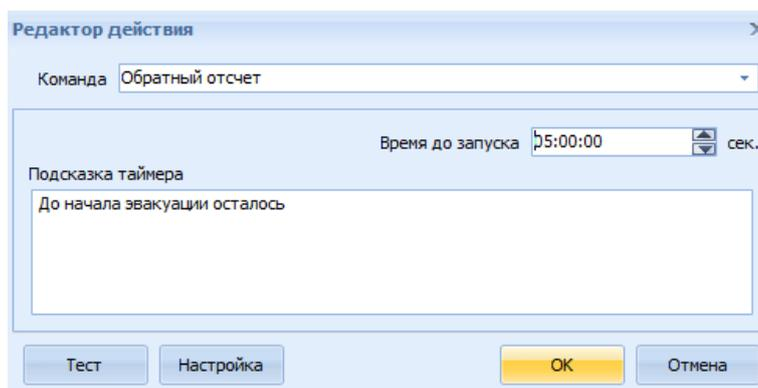

Рис. 44 Окно редактор действия: **Обратный отсчет**
- При выборе действия **Обратный отсчет** в поле **Подсказка таймера** можно ввести сообщение, а в поле **Задержка** – время, которое будет отсчитываться при отображении данного сообщения в приложении **Оперативная задача** (например, можно ввести сообщение «До запуска пожаротушения осталось ...с.» с обратным отсчетом времени). Чтобы проверить работу команды на запуск следует нажать кнопку **Тест** (Рис. 44).